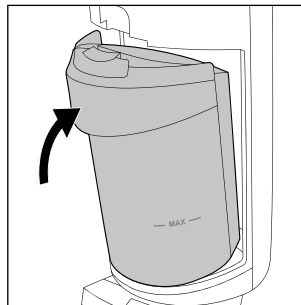

Abb. 30
- ◆ Befestigen Sie den Schmutzwasserbehälter **2** wieder am Gerät, indem Sie zuerst den Boden des Schmutzwasserbehälters **2** einsetzen. Schieben Sie dann den Schmutzwasserbehälter **2** in Richtung des Gerätes, bis der Schmutzwasserbehälter **2** hörbar am Gerät einrastet (siehe Abb. 30).